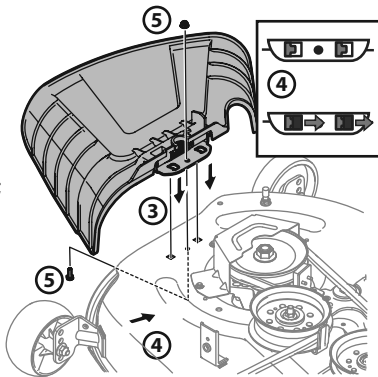

Figura 11
3. Coloque a calha de descarga no deck; certifique-se de colocar os pinos da calha de descarga em seus orifícios no deck. Veja a Figura 11.
4. Deslize a calha de descarga para trás do trator até que o furo para parafuso na calha se alinhe com o furo no deck. Veja a Figura 11.